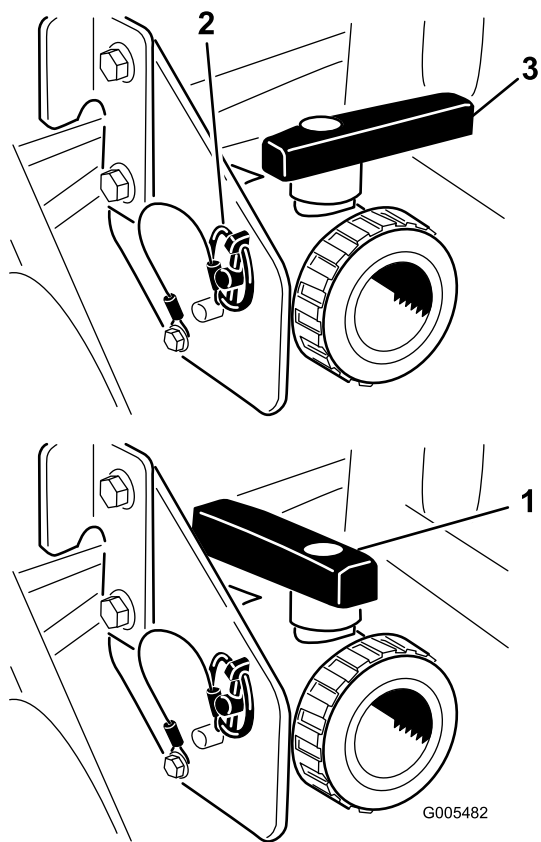

**Figura 27**
2. La valvola di spurgo del serbatoio è situata sul lato sinistro della macchina (Figura 27). La valvola si trova sul telaio di fronte al serbatoio carburante.